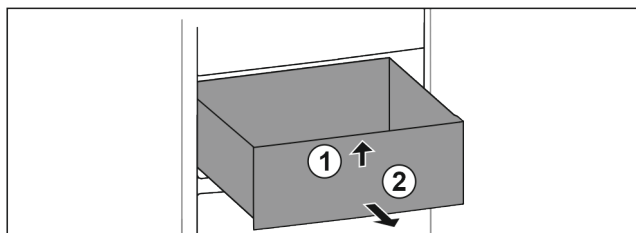

Fig. 57
- ▶ Unieść szufladę z przodu. Fig. 57 (1)
- ▶ Wyjąć szufladę do przodu. Fig. 57 (2)